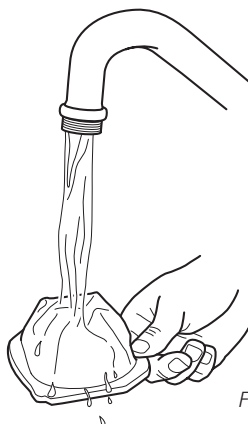

Fig. 11
- 3 Rinse the dust cup filter in cold water and let it dry completely before replacing back into the dust cup. Do not wash it in a washing machine or use a hair dryer to dry it. Air dry only! **(fig. 11)**
- 3 Enjuague el filtro con agua fría, y déjelo secar completamente antes de volverlo a colocar dentro del recipiente de la tierra. No lo lave en una lavadora ni use un secador de cabello para secarlo. ¡Séquelo al aire únicamente! **(fig. 11)**
- 3 Rincez le filtre à poussière à l'eau froide et attendez qu'il sèche complètement avant de le remettre dans le récipient à poussière. Ne lavez pas le filtre dans une machine à laver et n'utilisez pas un sècheir à cheveux pour le sécher. Séchez le filtre à l'air libre seulement! **(fig. 11)**